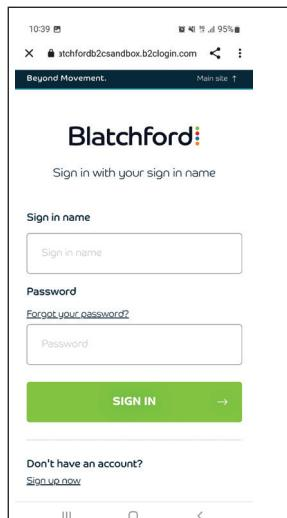

Fig. A3-3 Écran de Connexion SMARTSTEP
5. Connectez-vous à nouveau à l'application et saisissez les informations requises dans l'écran de **connexion SMARTSTEP** (Fig. A3-3).